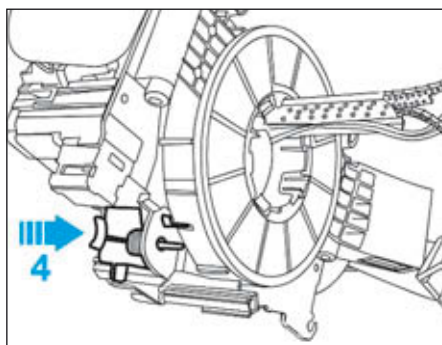

FIG.7
- Déposer les vis de fixation (2) des coquilles supérieure et inférieure.
- Déposer les coquilles en agissant sur les clips (3) et sur la position de la colonne de direction.
- Pousser le verrou (4) (Fig.7).